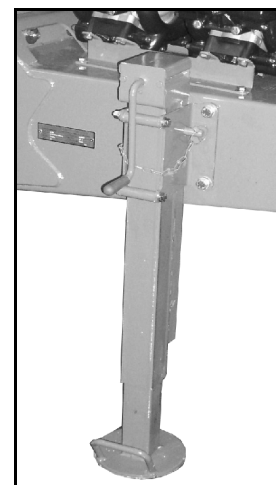

Fig. 50
- Stützfuß abgesenkt (Fig. 50) bei abgekuppelter Maschine.